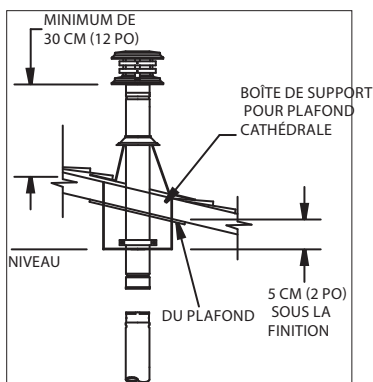

Figure 22
9. Raccorder le nombre nécessaire de sections de tuyau pour atteindre le poêle et faire en sorte que le chapeau dépasse le toit d'au moins 30 cm (12 po) (**Figure 22**).